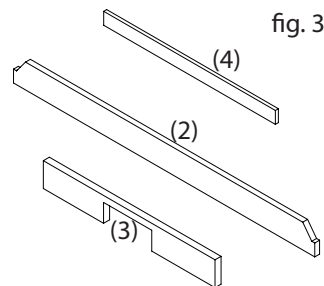

fig. 3
3. Segare tutte le parti laterali come da disegno (pag. 7) e lavorare di conseguenza. (fig. 3)